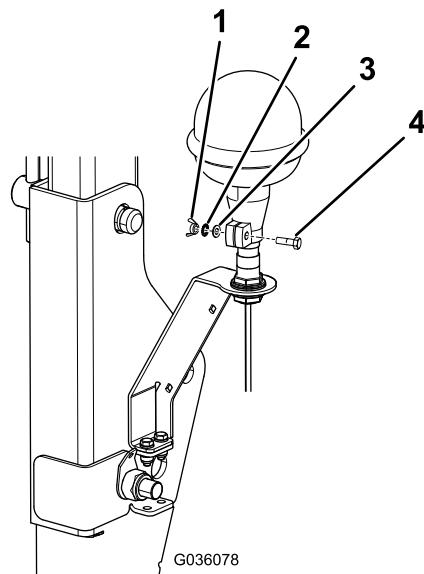

Figura 7
6. Apriete la tuerca de orejeta de la abrazadera (Figura 7).